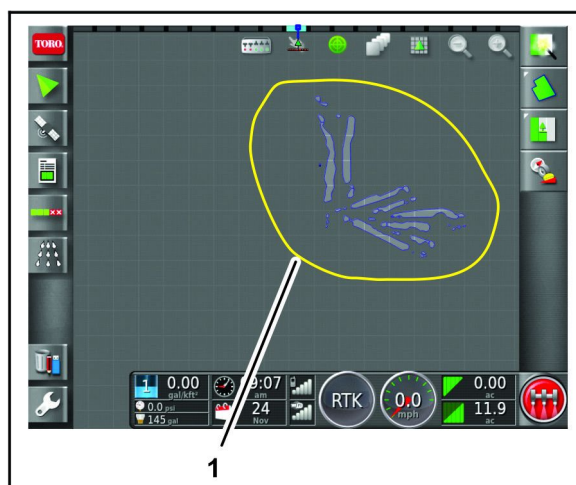

Figura 68
- Un tecnico dell'irrigazione utilizza la macchina n. 1 per mappare i confini del campo per le buche da 1 a 9 (Figura 68).